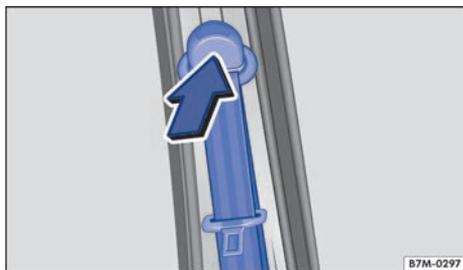

Fig. 56 Junto a los asientos delanteros: regulador de la altura del cinturón.
- Presione el dispositivo de reenvío en el sentido de la flecha y manténgalo en esta posición ⇒ fig. 56.